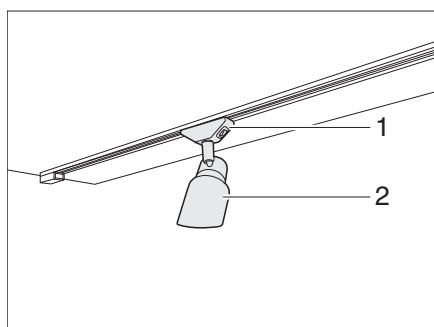

Bild 39 LED-Spotleuchte (Beispiel)
- Halterung (Bild 39,1) fassen und um 45° drehen.
- LED-Spotleuchte (Bild 39,2) aus Schienensystem entnehmen.
- LED-Spotleuchte (Bild 39,2) an gewünschter Position in das Schienensystem einsetzen und um 45° drehen.